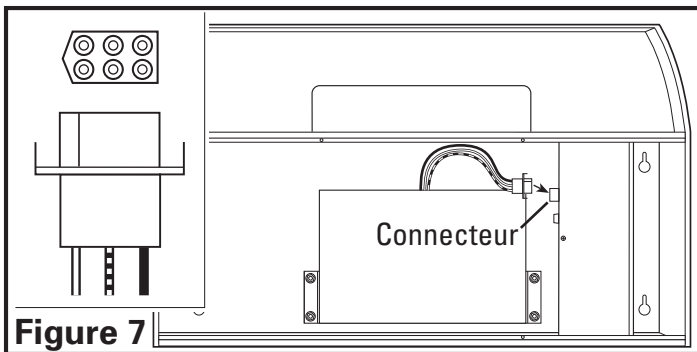

Figure 7
3. Branchez le ventilateur au connecteur approprié sur le côté du compartiment de fils. Le branchement ne pourra se faire que dans un seul sens (**Figure 7**).
1. Pour remplacer la fusible, tournez vers la droite le dessus de la fusible localisée à coté du fil conducteur et tirez. Remplacez avec une fusible de 125 volts, 1-1/2 ampères max. Remettez la fusible dans son emplacement (**Figure 7**).